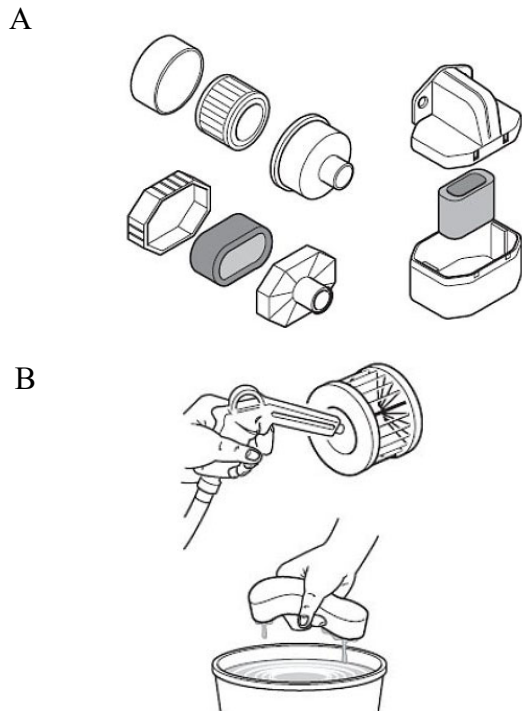

Abb. 15: Reinigung Luftfilter
Schritt 4: Lassen Sie das Kondenswasser ab, indem Sie das Ventil öffnen, welches sich unter dem Behälter befindet (Pos. 6, Abb. 8 und Abb. 15). Schließen Sie das Ventil wieder, sobald nur noch reine Luft, ohne Kondenswasser austritt. Für diese Arbeit sind Schutzhandschuhe zu tragen. Zum Auffangen des Kondenswassers empfiehlt es sich, ein flaches Gefäß zu verwenden.